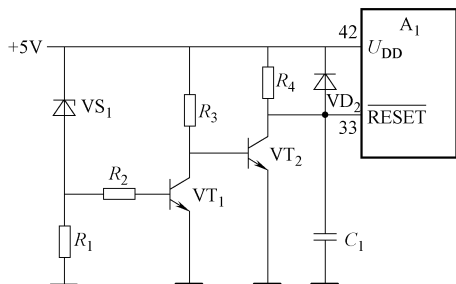

图 16-27 微控制器实用复位电路之二
2) 复位电路之二。如图 16-27 所示是微控制器中的另一种实用复位电路。电路中,  $A_1$  是微控制器集成电路,其⑫脚是电源引脚,⑬脚是复位引脚。